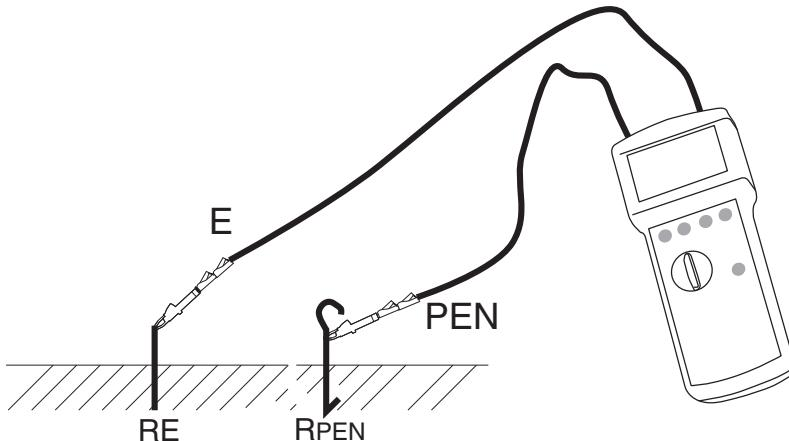

Figura 3: principio di misurazione, misurazione bipolare:
- 1) Collegare il dispersore da misurare con la boccola (E) e il dispersore noto con la boccola (H), si veda anche la figura 3.
- 2) Ruotare il selettore dei tipi di misurazione (13) nella posizione "2 pol".
- 3) Impostare la tensione di contatto voluta con il tasto "UL" (11).
- 4) Se necessario, impostare la selezione manuale della frequenza con il tasto "auto/man" (16) e la frequenza di misurazione con il tasto "f1/f2" (12).
- 5) Premere il tasto "Start" (14).
- Al termine della misurazione, a seconda del risultato è possibile scegliere tra le indicazioni della resistenza di messa a terra e della corrente di misurazione (I_M) con il tasto "Display" (17).